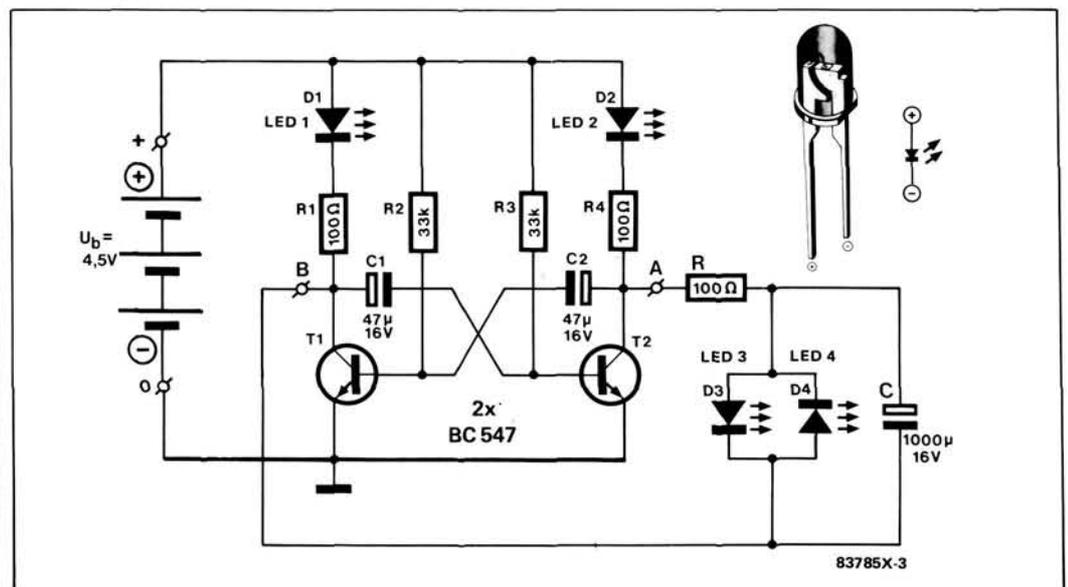

Figure 2. La tension alternative fournie par le multivibrateur astable pour le test du réseau RC est disponible entre les points de connexion A et B.
Pour fabriquer une tension alternative à très basse fréquence, il faut construire un générateur électronique; ce sera un multivibrateur astable à deux transistors. La figure 2 montre le circuit. Les deux transistors conduisent à tour de rôle : quand T1 conduit, T2 est bloqué et inversement. La LED dans le circuit de collecteur du transistor qui conduit, s'éclaire. Les deux LED -ce sont des LED rouges qui conviennent le mieux à ce circuit- clignent alternativement. Elles montrent que la tension de collecteur est successivement haute (proche de la tension d'alimentation) puis basse (proche de 0 V). La borne de sortie droite (A) est d'abord plus positive que la gauche (B); pendant que T1 conduit; puis la gauche (B) est plus positive que la droite (A); pendant que T2 conduit). En d'autres termes : entre ces deux bornes règne une vraie tension alternative. Le circuit n'est nullement critique, et il fonctionne d'emblée, sauf erreur de montage. La fréquence du multivibrateur est d'environ 1 Hz. Donc à chaque seconde, chaque LED s'allume une fois.
Figure 2 - Ce croquis devrait vous permettre de réaliser le moteur expérimental sans même lire le texte. Nous vous recommandons néanmoins de prendre le temps, pour bien comprendre, de lire attentivement les explications fournies dans le texte de cet article. Imaginez des variantes, des améliorations, mais attention, cette réalisation est bien équilibrée : ne la perfectionnez pas trop car la batterie n'y résisterait probablement pas.
Simplifions les choses en prenant une règle d'un mètre, graduée en centimètres, et en plaçant le long de cette règle une réglette de **9 centimètres divisée en 10 parties égales**: chaque division de cette réglette mesure donc 9/10 de centimètres. Quand les deux zéros coïncident comme sur la **figure 2**, il y a 1/10 de centimètre d'écart entre les divisions
Nous avons à mesurer la distance entre les deux points A et B (figure 2 d). Pour cela nous placerons le «0» de la règle sur le point A, et le «0» de la réglette sur le point B. Ici le «0» de la réglette se trouve entre les divisions «16» et «17» de la règle; le segment AB mesure donc plus de 16 cm et moins de 17. Il suffit maintenant de rechercher la division de la réglette qui coïncide exactement avec une division de la règle: dans ce cas, c'est la division «6» de la réglette, ce qui indique qu'il y a 6/10 de centimètre entre la 16^{ème} division de la règle et le point B: le segment de droite AB mesure donc 16,6 cm. C'est ainsi qu'avec une règle graduée en centimètres et un vernier (la réglette) nous avons pu mesurer des milli-
Figure 2 - Pour illustrer le principe du vernier il faut s'imaginer une règle graduée en centimètres sur laquelle coulisse une réglette de 9 cm divisée en 10 parties égales.